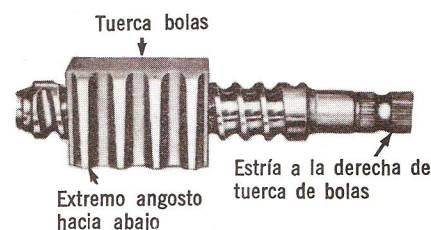

Fig. 13 — Colocando la Tuerca de Bolas. Típico
4. Aplique al diámetro interior de la tuerca de bolas y al diámetro exterior del sinfín el lubricante para engranes antes de armar. Ponga el eje del sinfín en un banco como se silustra en la Fig. 13. Después de colocar el eje, gire la tuerca de bolas para que los agujeros para las guías queden hacia arriba. Alinee las ranuras del sinfín y de la tuerca observando por los agujeros para las guías de las bolas.